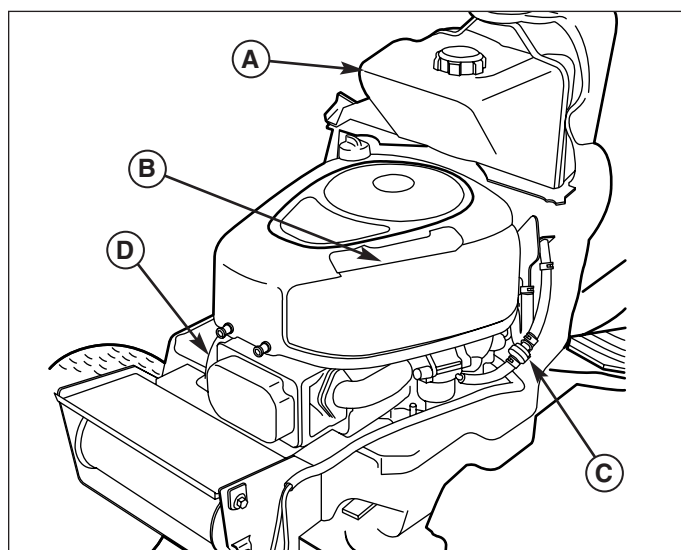

Figure 10. Compartiment moteur
1. Retirer le bouchon du réservoir de carburant (A, Figure 10).
Le filtre à carburant (C, Figure 10) est situé sur la durite de carburant entre le réservoir et le carburateur (côté gauche du moteur).
3. Desserrer les colliers de flexible avec une pince et les écarter du filtre à carburant (C, Figure 10).